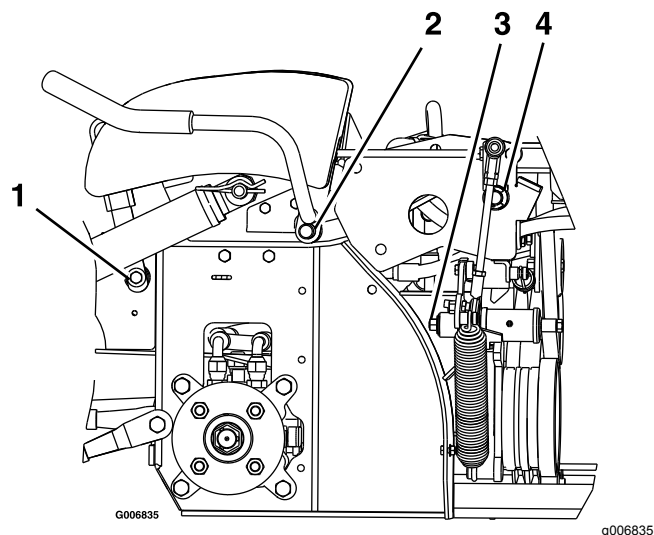

Figura 31
3. Lubrique los casquillos de bronce del pivote de la palanca de freno con lubricante en spray o aceite ligero (Figura 31).